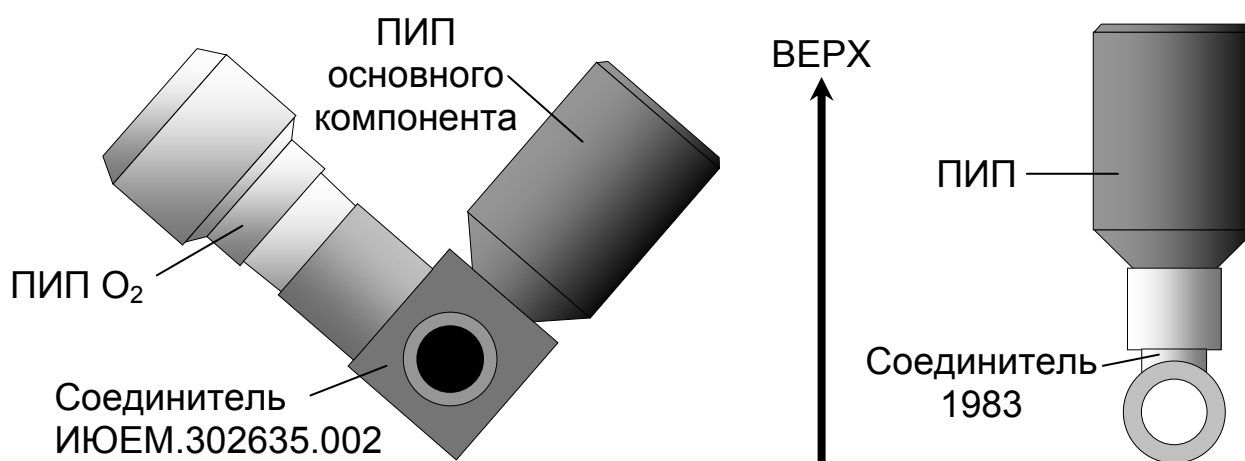

Рис.13. Ориентация ПИП в пространстве при установке в замкнутый дыхательный контур.
**Тройник и (или) соединитель должны быть ориентированы таким образом, чтобы накапливающаяся влага (конденсат) в дыхательном тракте не попадала внутрь установленных датчиков (см. рис.13).**